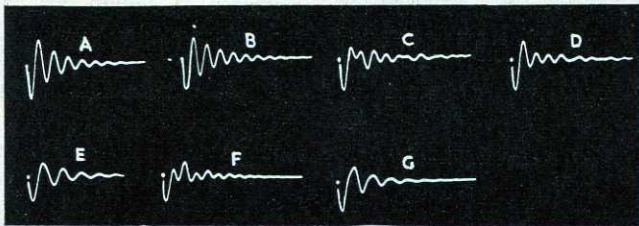

Fig. 34. — Expériences sur l'amortissement des oscillations libres d'un haut-parleur de 20 cm de diamètre :
Les figures 34 et 35 ont surtout une valeur comparative ; les commentaires qui accompagnent chaque trace oscillographique aideront le lecteur à en comprendre toute la signification.
- A) Haut-parleur de 20 cm de diamètre ayant une densité de champ magnétique de 13 000 gauss dans l'entrefer. Montage sur baffle plan. Facteur d'amortissement 0,66. Comparer à la figure 34 A ;